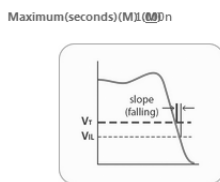

图 9-44 下降沿斜率约束规则
- “Slope – Falling Edge”（下降沿斜率约束规则）：如图 9-44 所示为该项设置示意图。